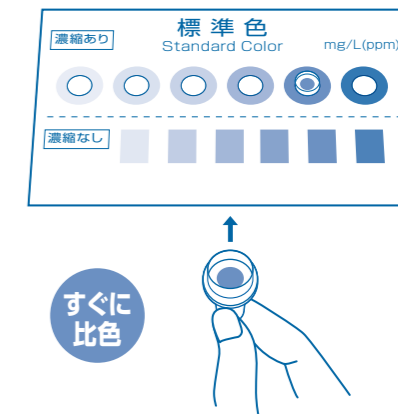

図16
⑯ コネクタからチップをはずし、すぐに標準色の穴に裏面側から差し込み、比色します。(図16)